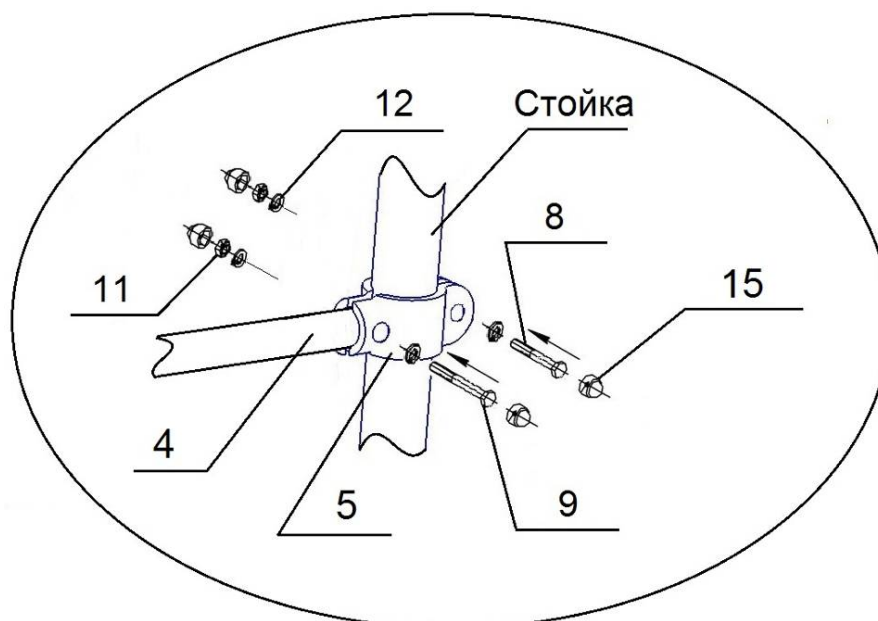

Рисунок 11
4.6. Соберите Стойку для сетки с ДСК и перекладиной (№4) по рис. 11.